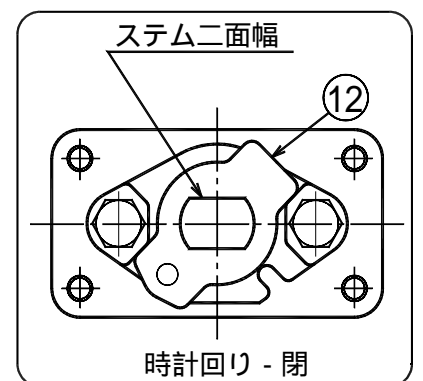

図 2
- 9) 図2を参照して、ステム の二面幅方向を確認し、時計方向に回すと閉になるようにストッパ を取り付ける。